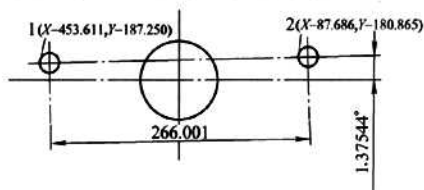

图 2
(2) 零件在第二次装夹后在机床上用分中棒测图 2 中 1、2 两孔的机械坐标 X 、 Y ,并利用 CAD 软件功能绘制图 2,查询两孔与 X 轴的夹角为 $1.375\ 44^\circ$ 。